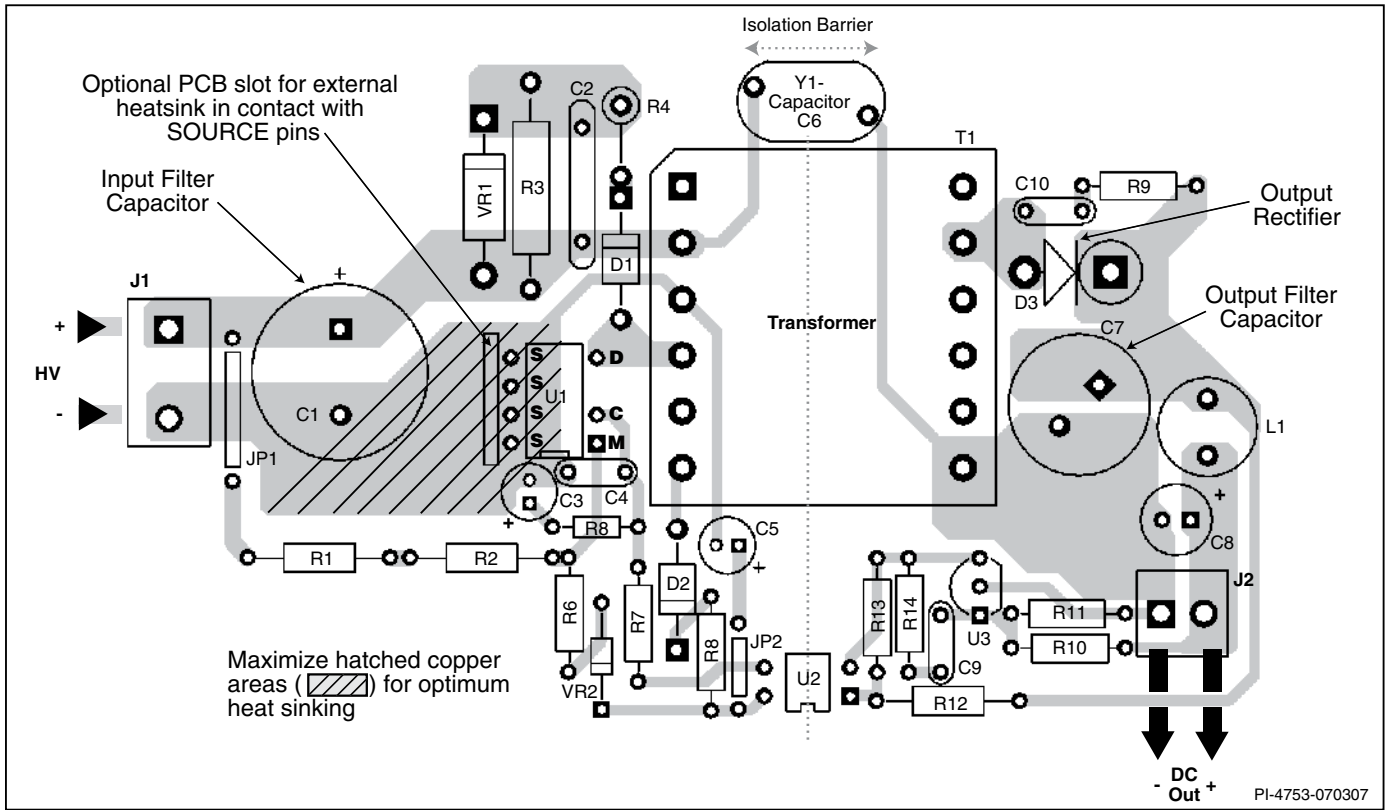

图 16. 使用P封装的PCB板布局范例
- 用一个高频0.1 μF 旁路电容与47 μF 控制引脚电容并联使用可局部去噪(图16、17和18中的C4)。